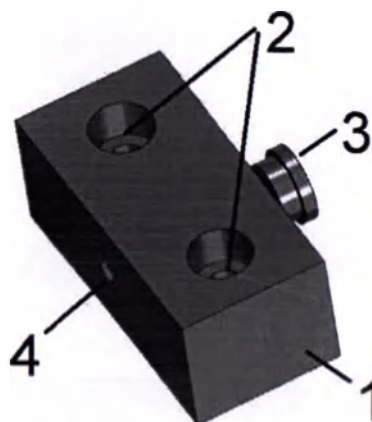

Рисунок 84 - Фиксирующий блок. Общий вид: 1 - тело блока, 2 - отверстия для фиксирующих винтов, 3 – упор, 4 - регулировочный винт
Тело блока имеет форму прямоугольного параллелепипеда (поз. 1, Рисунок 84) и содержит в себе следующие отверстия:
- Два сквозных отверстия на верхней грани для фиксации блока на основании загрузчика слайдов PL200 фиксирующими винтами (поз. 2, Рисунок 84);
- Резьбовое отверстие на большей боковой грани для регулировочного винта (поз. 4, Рисунок 84), вращением которого можно изменять положение упора (поз. 3, Рисунок 84) с противоположной стороны блока.